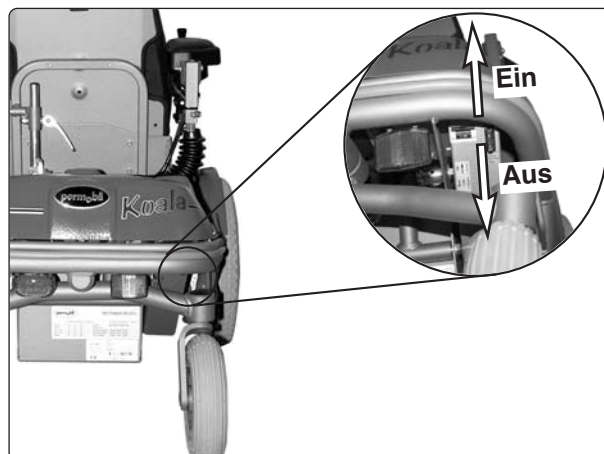

Abb. 52. Hauptsicherung 63A (Ein-Aus).
Die Hauptsicherung braucht normalerweise nicht ausgewechselt zu werden, da sie vom Automatiktyp ist und somit nach einer Auslösung rückgestellt werden kann. Sie befindet sich an der Chassisunterseite über dem rechten Hinterrad, siehe Abb. 52. Die Hauptsicherung wird durch eine Gummilippe vor Schmutz und Wasser geschützt, die sich einfach wegklappen lässt.
2. Stellen Sie die Hauptsicherung auf „AUS“, siehe Abb. 52.
11. Stellen Sie die Hauptsicherung wieder auf „EIN“, siehe Abb. 52.